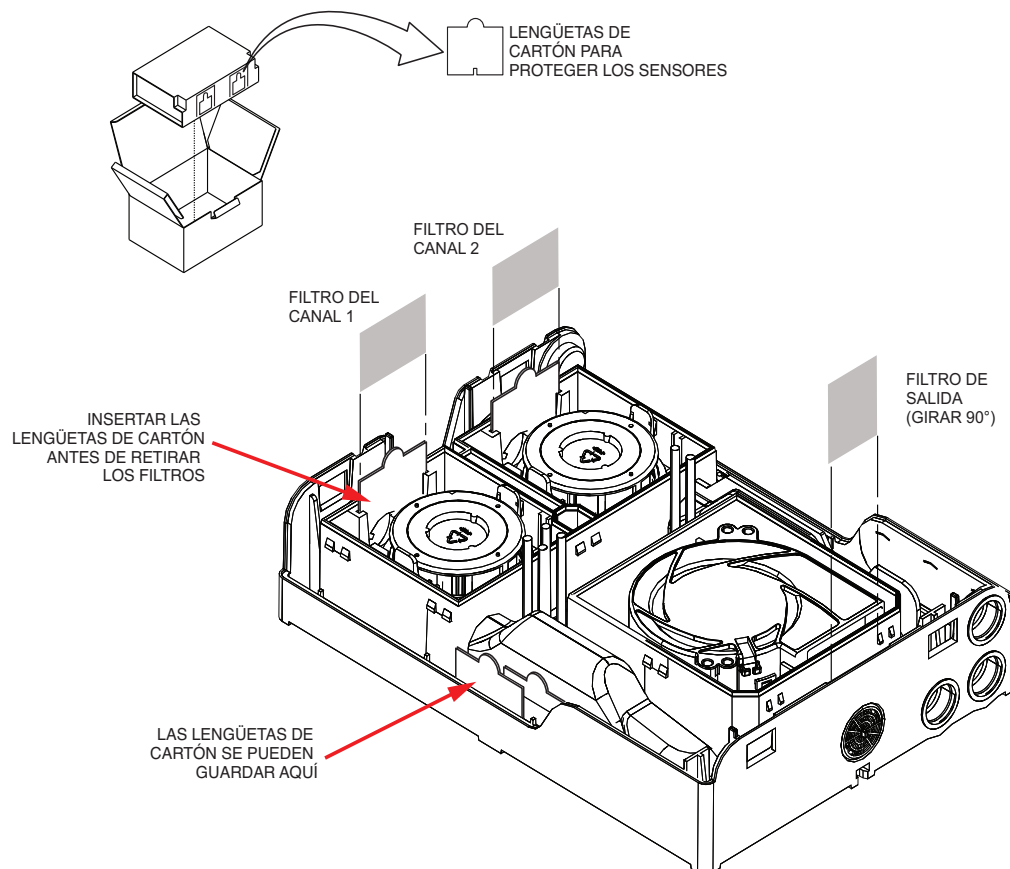

Figura 8-3: Cambio del filtro
Durante el mantenimiento, los sensores deben estar protegidos siempre que se retiren los filtros. La caja de envío está diseñada con cuatro lengüetas de protección de cartón que pueden retirarse e insertarse en el lugar de los filtros para proporcionarles protección. Véase la Figura 8-3.
2. Con un pequeño destornillador, libere las seis lengüetas de bloqueo y retire la tapa del sensor (véase la Figura 8-3). La cubierta del filtro y la junta de goma pueden pegarse al retirar la cubierta. Aplique presión para sacar la cubierta del sensor.